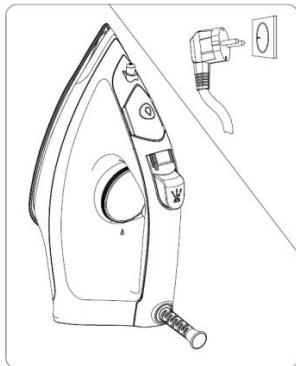

Fig.3
25. Schließen Sie das Gerät an die Stromquelle an (siehe Abb. 3) und wählen Sie die geeignete Temperatur je nach Material der zu bügelnden Kleidung (siehe Abb. 4). Beachten Sie bei der Auswahl der Temperatur die Abschnitte „**BÜGELTIPPS**“ und „**ZUSATZETIKETT**“. Die Anzeige leuchtet auf und zeigt damit an, dass das Bügeleisen vorgeheizt wird. Während des Vorheizens leuchtet die Anzeige durchgehend. Nach Abschluss des Vorheizens erlischt die Anzeige und das Bügeleisen ist einsatzbereit.